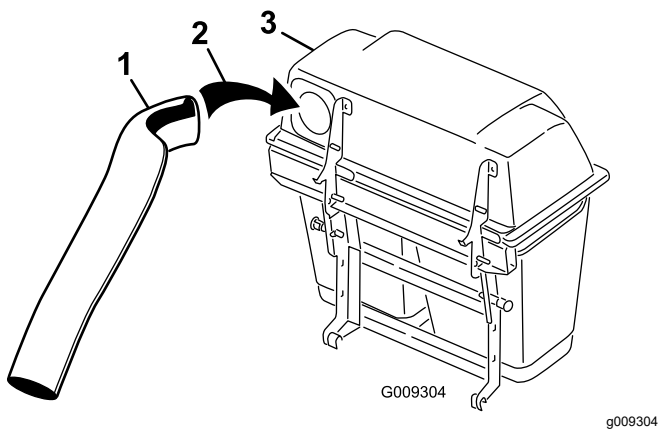
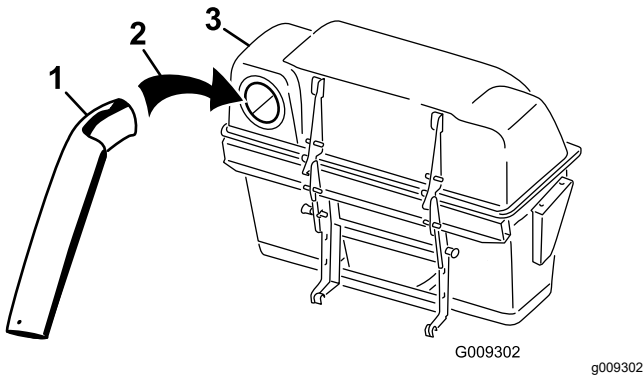

Figure 23
Figure 24
5. Insérez le tube supérieur dans l'ouverture du système de ramassage puis ressortez-le pour que le joint en caoutchouc ressorte (Figure 23 ou Figure 24).